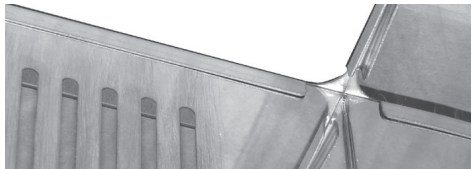

Abb. 18a
Setzen Sie den Deckenkranz (25) auf den Teleskopschaft (2) in der gewählten Einbaulage, bis der kleinere Kragen des Deckenkranzes vom Teleskopschaft aufgenommen wird (Abb. 18a).